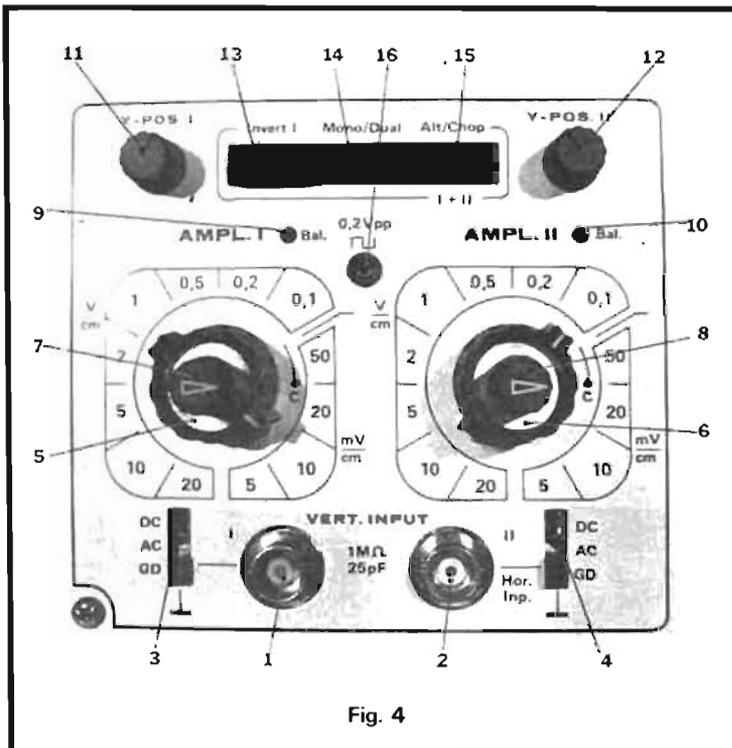

Fig. 4
Le cadre D de la façade, donc les commandes de la base de temps, sera détaillé par référence à la photographie de la figure 4. Le commutateur (1) sélectionne l'une des 23 vitesses de balayage calibrées, sous réserve que le potentiomètre (2) se trouve complètement tourné dans le sens des aiguilles d'une montre: ce dernier sert, en effet, dans toutes ses autres positions, de réglage fin de la vitesse.